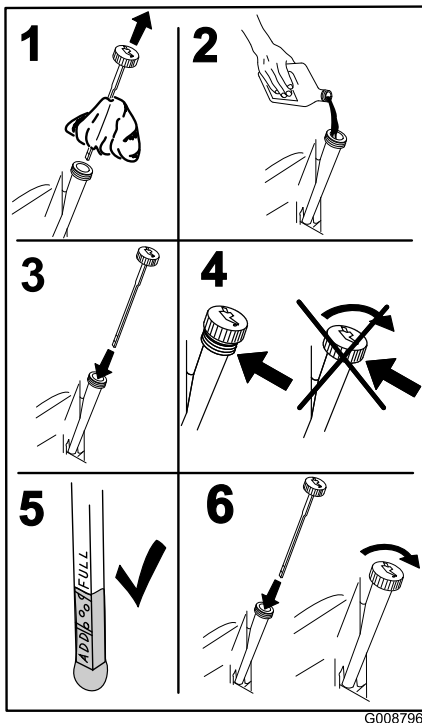

Figure 40
4. Versez lentement environ 80% de l'huile spécifiée dans le tube de remplissage puis faites l'appoint lentement jusqu'à ce que le niveau atteigne le repère du plein (**Full**) (Figure 40).